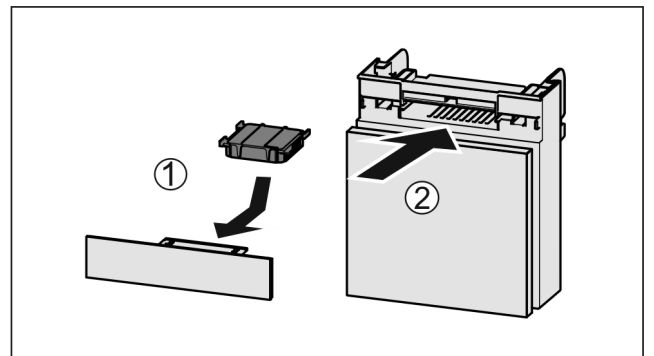

Fig. 128
- ▶ Insérer le filtre à charbon actif d'après le schéma Fig. 128 (1).
- ▶ Insérer le compartiment Fig. 128 (2).